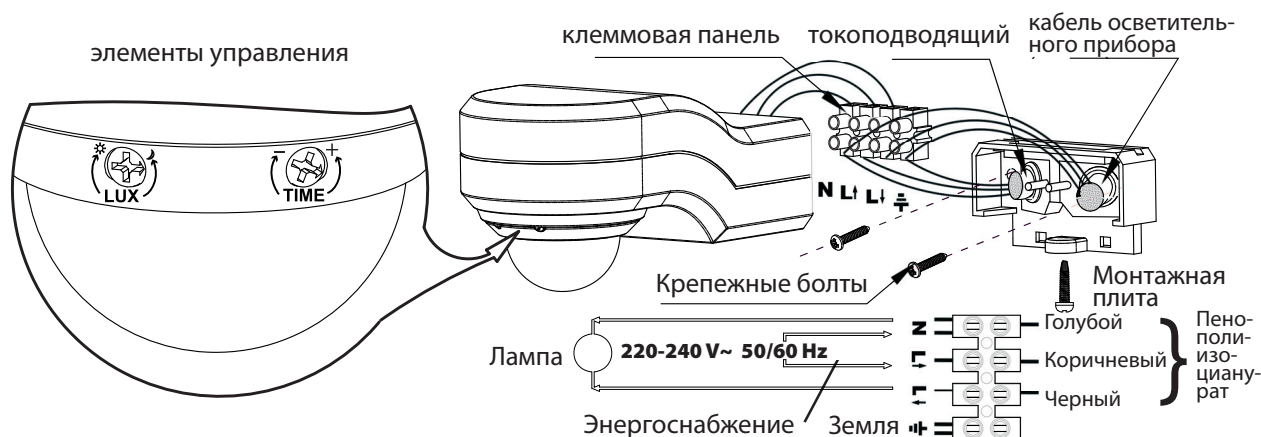

рис. 2
УСТАНОВКА (смотри также рис. 2)**ВАЖНО:**
8. подключите токоподводящий кабель и кабель осветительного прибора (лампы) к клеммовой панели (смотри рис. 2).
**ПОНИМАНИЕ ЭЛЕМЕНТОВ УПРАВЛЕНИЯ (см. рис. 2)****УСТАНОВКА ПАРАМЕТРОВ ДЛИТЕЛЬНОСТИ СВЕЧЕНИЯ:**